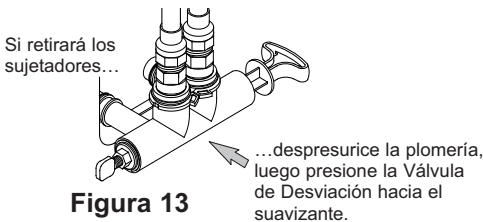

Figura 13
5. Controle que no haya goteos alrededor de los sujetadores en la entrada y salida del suavizante. Si hay una pérdida en un sujetador, despresurice la plomería (cierre el suministro de agua y abra los grifos) antes de retirar el sujetador. Al retirar los sujetadores de la entrada y salida del suavizante, presione el cuerpo de la válvula de desviación simple hacia el suavizante (Vea la Figura 13). Un retiro inadecuado podrá dañar los sujetadores. No vuelva a instalar los sujetadores dañados.